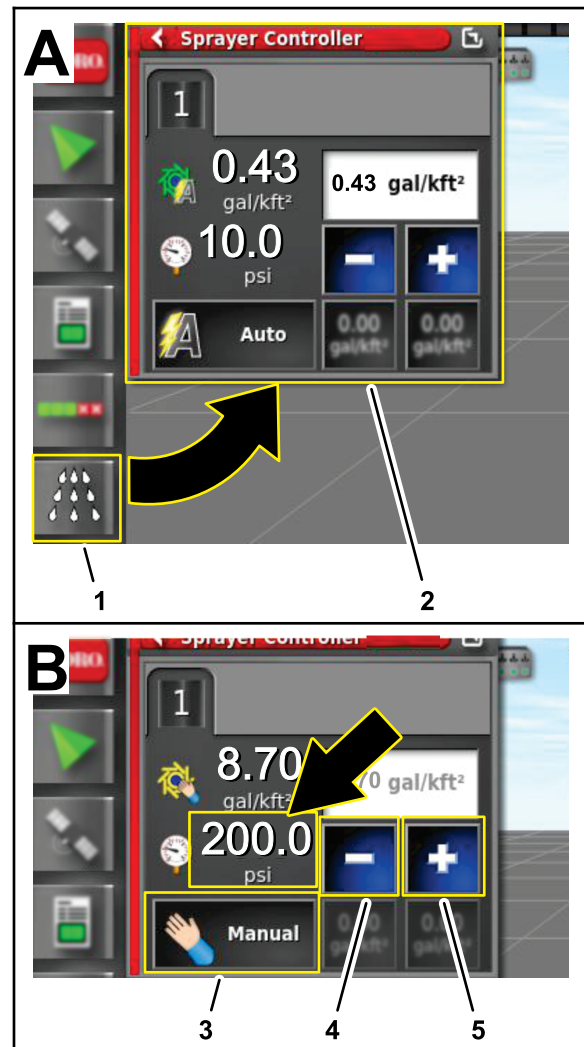

Figure 198
4. Sur la console de commande GeoLink, appuyez sur l'icône CONTRÔLEUR DE DÉBIT DE PULVÉRISATION (Figure 198).
5. Dans la boîte de dialogue du contrôleur de débit de pulvérisation, appuyez sur l'icône MODE DE COMMANDE DE DÉBIT jusqu'à ce que le mode manuel s'affiche (Figure 198).
6. Utilisez l'icône de réduction (-) ou d'augmentation (+) pour régler la pression du système de pulvérisation (Figure 198) à 13,75 bar (200 psi).